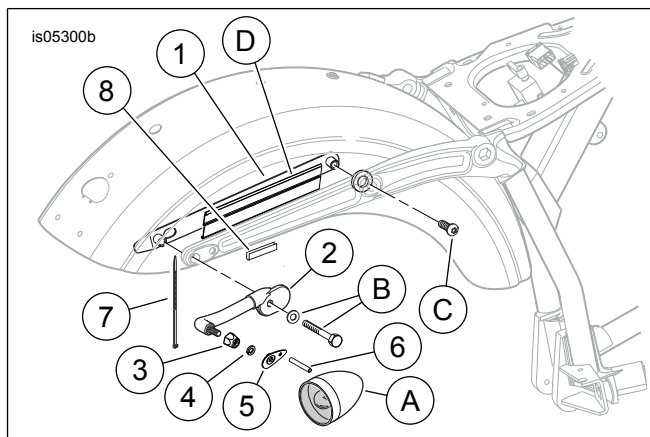

Abbildung 4. Ersatzteile, hinterer Blinkerumbausatz für Dyna-Modelle
Siehe Abbildung 4 und Tabelle 1.
- Für Breitreifen-Einbau:** Siehe Abbildung 4. Zwei Stücke Schrumpfschlauch (6) auf zwei gleichlange Stücke zuschneiden. **Für alle anderen Modelle:** Siehe Abbildung 4. Ein Stück Schrumpfschlauch (6) auf zwei gleichlange Stücke zuschneiden.